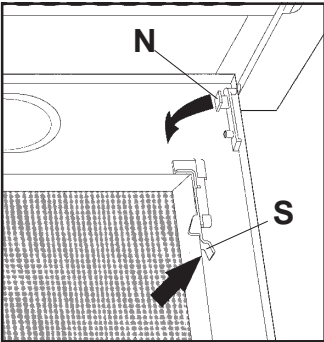

Fig. 4
- c. Zum vollständigen Entfernen der Roste die Haltefedern **N**, die als Zapfen für die Roste fungieren, betätigen. (Abb. 4)